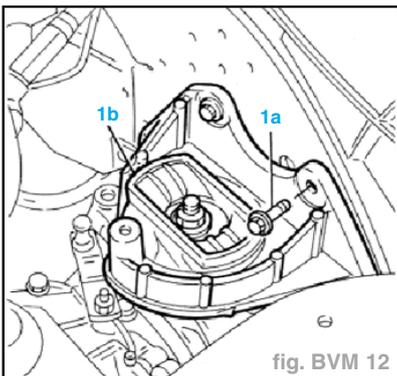

fig. BVM 12
- Dévisser la vis et l'écrou fixant la barre de réaction à la BV (3).
- Dévisser les vis (1a) qui fixent sur la caisse le tampon de support moteur (1b), côté BV (fig. BVM 12).